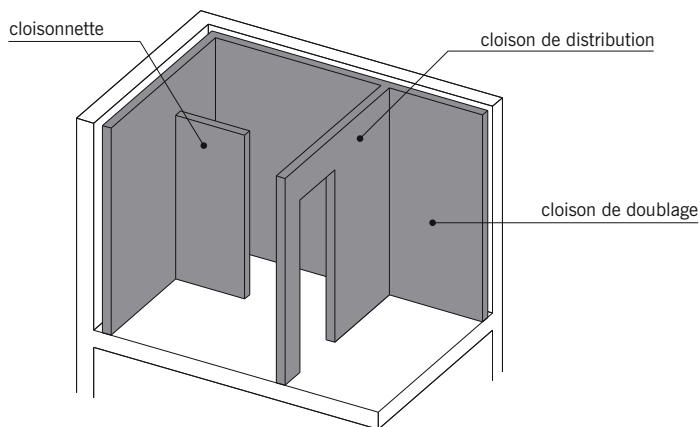

fig. 8.1
- La **cloison de distribution** qui sert à compartimenter l'espace intérieur d'une construction. Elle sépare des pièces occupées par le même usager (fig. 8.1).
- La **cloison de doublage** appelée aussi **contre-cloison** ou **doublage** (fig. 8.1 et 8.2) : cloison intérieure bâtie devant un mur. L'intervalle d'une distance de 10 cm environ, ménagé entre le mur et la cloison est, le plus souvent, occupé par un isolant thermique (polystyrène, laine de verre...).
■ La **cloisonnette** (fig. 8.1) : cloison légère qui ne touche pas le plafond, d'une hauteur comprise entre 1 et 2 mètres. Elle est parfois appelée **bat-flanc** lorsque sa hauteur avoisine un mètre.